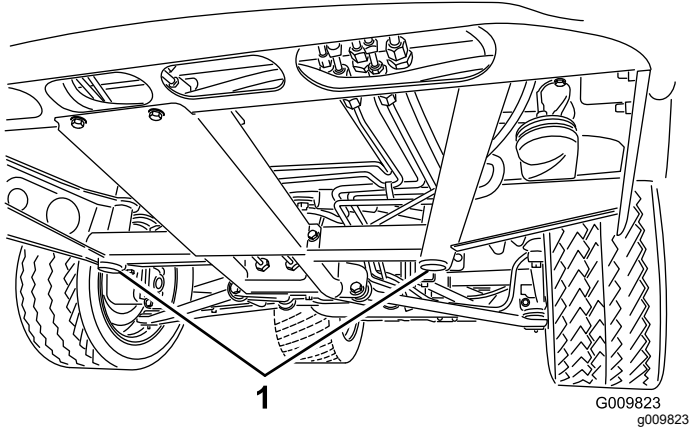
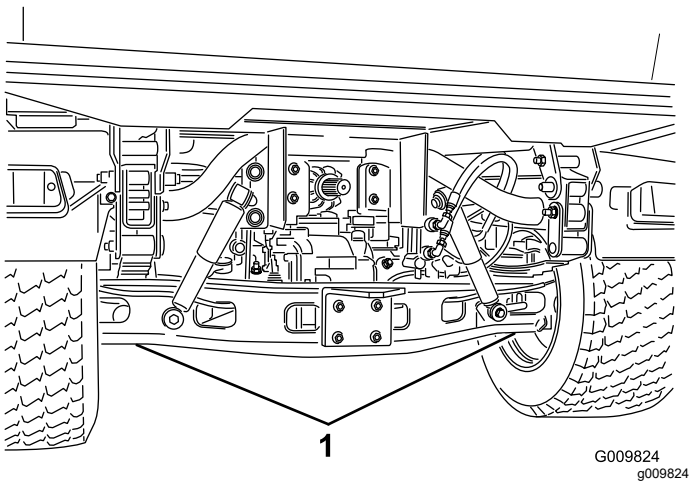

Bild 37
Bild 38
- Die Hebestelle vorne an der Maschine befindet sich unter der vorderen mittleren Rahmenstütze (**Bild 37**) und hinten unter der Achse (**Bild 38**).